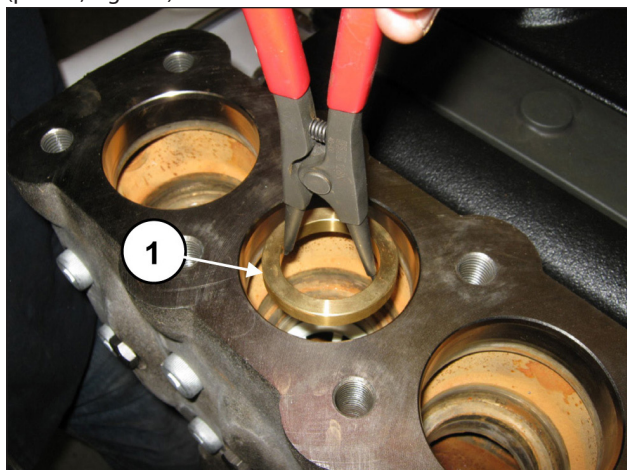

Fig. 101
Extraer la anilla distanciadora del alojamiento de la válvula (pos. ①, Fig. 101).